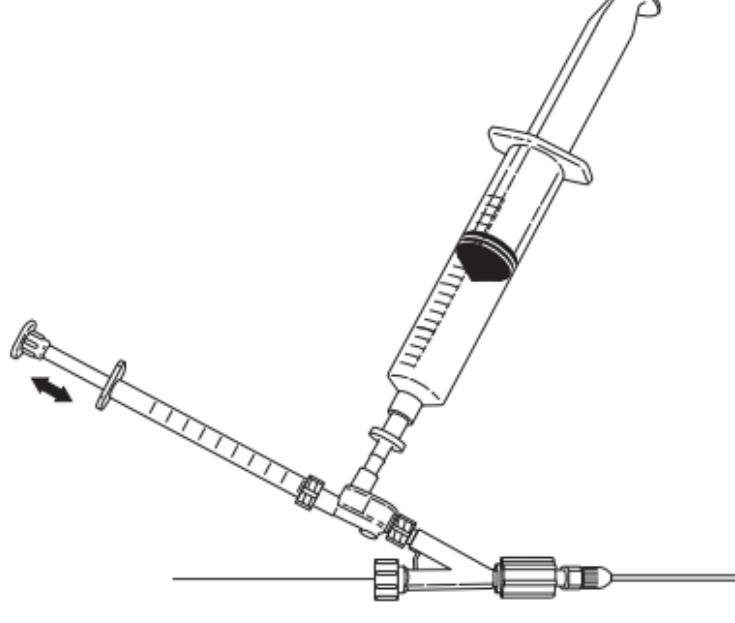

图8
10. 若要灌注溶液，可将所需剂量吸入1毫升注射器，然后注入。如果需要，重新吸液，装载1毫升注射器，重复灌注操作。**(图8)**